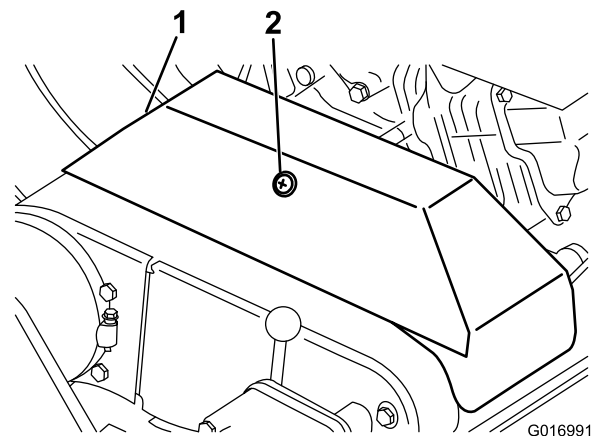

Рисунок 40
2. Ослабьте стопор, фиксирующий крышку клинового ремня, и откиньте крышку (Рисунок 40).
2. Вывинтите стопор, фиксирующий крышку клинового ремня, и откиньте крышку (Рисунок 40).